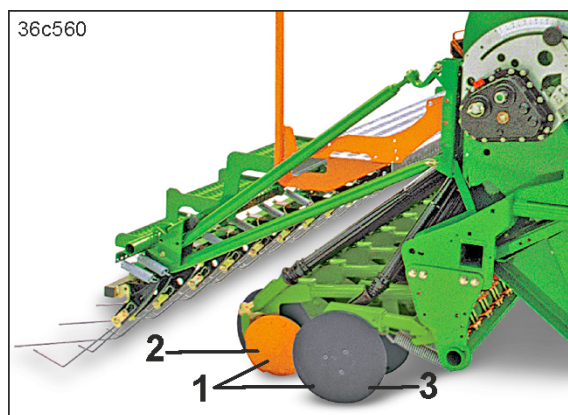

Fig. 75
Brăzdarul Control RoTeC (Fig. 75/1) folosește la depunerea semințelor pe soluri arate sau acoperite cu strat vegetal chiar și pe cele cu cantități mari de paie și resturi vegetale.
Prin rezemarea brăzdarului pe discul/rola de ghidare în adâncime (Fig. 75/2) și a forței de apăsare ridicate a brăzdarului, brăzdarul funcționează deosebit de lin și menține exactă adâncimea de depunere a semințelor.
- la curățarea părții din spate a discului de oțel (Fig. 75/3).